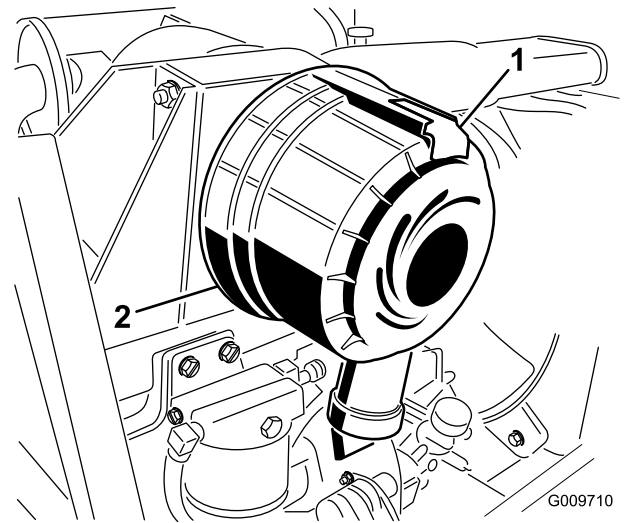

Figura 24
1. Tire hacia fuera del enganche y gire la tapa del limpiador de aire en el sentido contrario a las agujas del reloj (Figura 24).